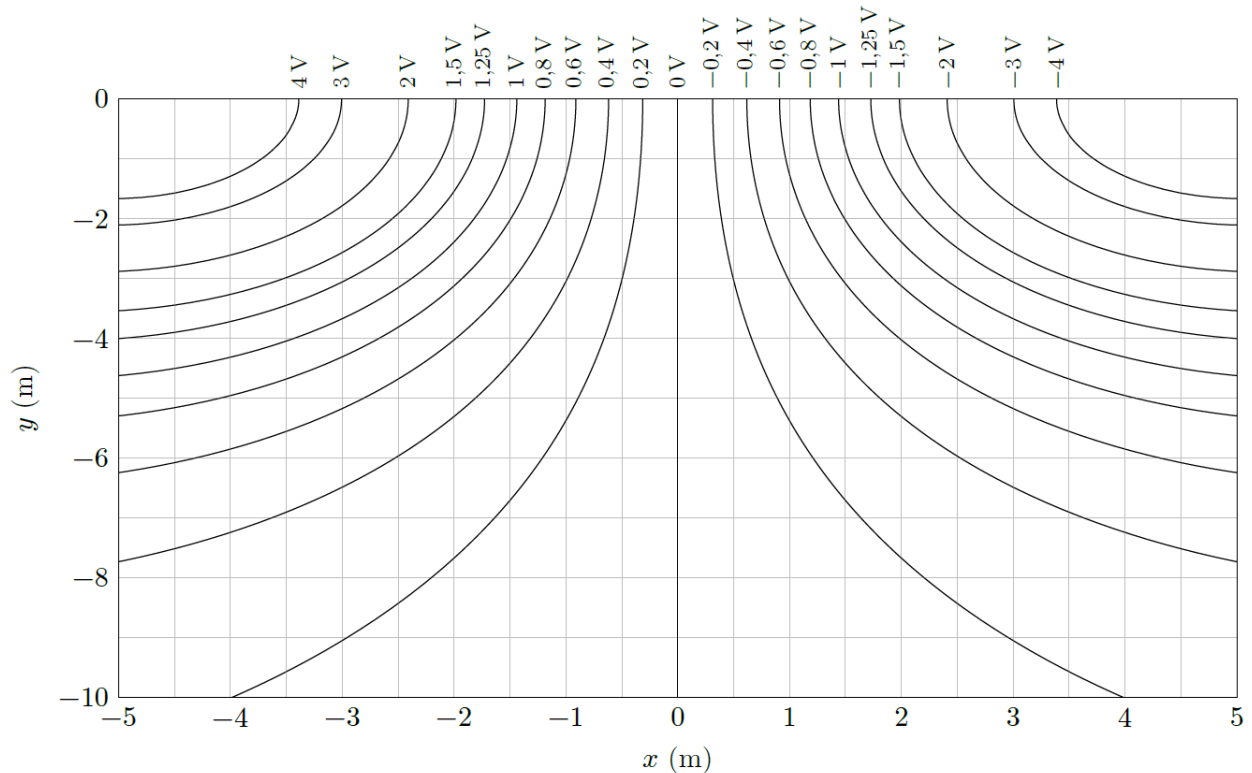

Figure 16
**Q 45.** Les courbes de la figure 16 présentent le résultat de la simulation des équipotentielles tracées pour deux électrodes distantes de 10 m situées en  $\pm 5,0$  m plantées dans un terrain de résistivité  $\rho = 100 \Omega \cdot \text{m}$ . L'intensité du courant est  $I = 0,50$  A. Que vaut le facteur géométrique correspondant dans la configuration de Wenner ? Cette valeur est-elle en accord avec la simulation de la figure 16 ?